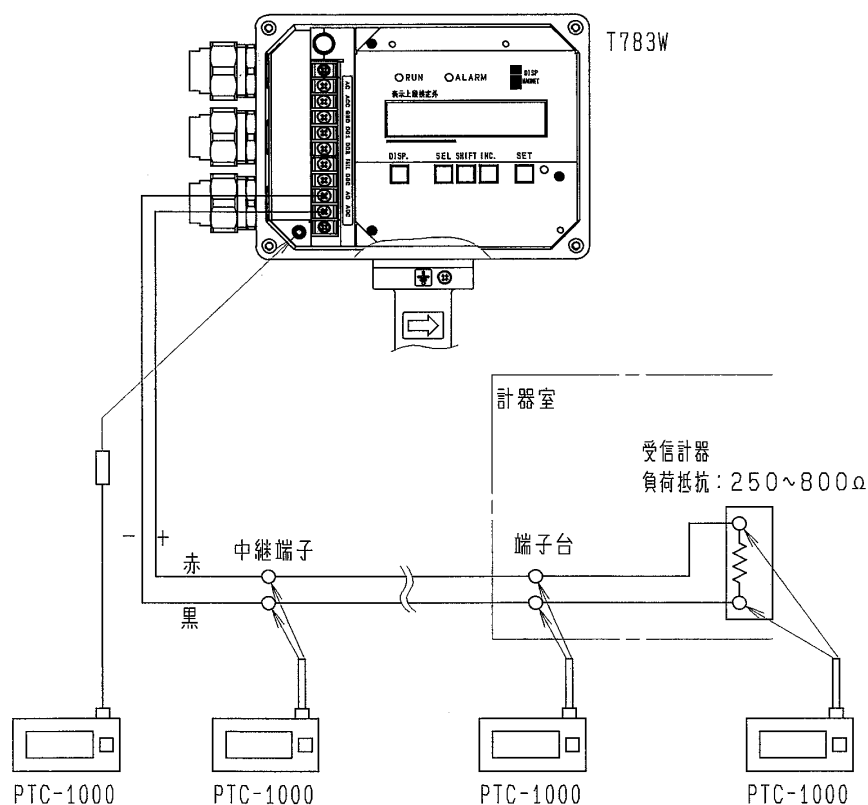

図 7.1 PTC の接続方法
なお、PTC との接続は最初に通信コードを PTC に接続し、次に通信コードを接続先機器に接続するよう順序を守ってください。図 7.1 をご参照ください。
- (1) PTC を 4～20mA 信号伝送ラインに接続(図 7.1 参照:ラインの負荷抵抗はケーブル抵抗を含めて 250～ 800Ω)後、POWER スイッチを ON にします。